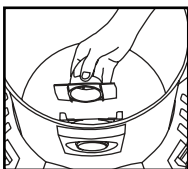

FIGURA 25
33. Retire el deflector de entrada de la guía del deflector. **NOTA:** Para poder retirar el deflector de entrada, antes hay que extraer la manguera. **FIGURA 25.**